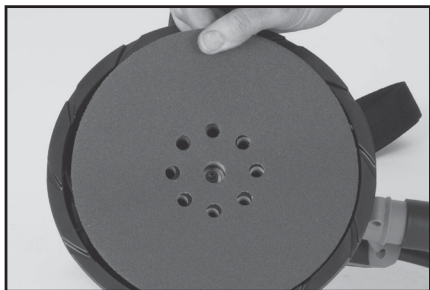

Fig. 4
- Veillez à ce que les neuf (9) trous du disque de ponçage abrasif s'alignent parfaitement avec les neuf (9) trous du plateau porte-disque. (Fig. 4)